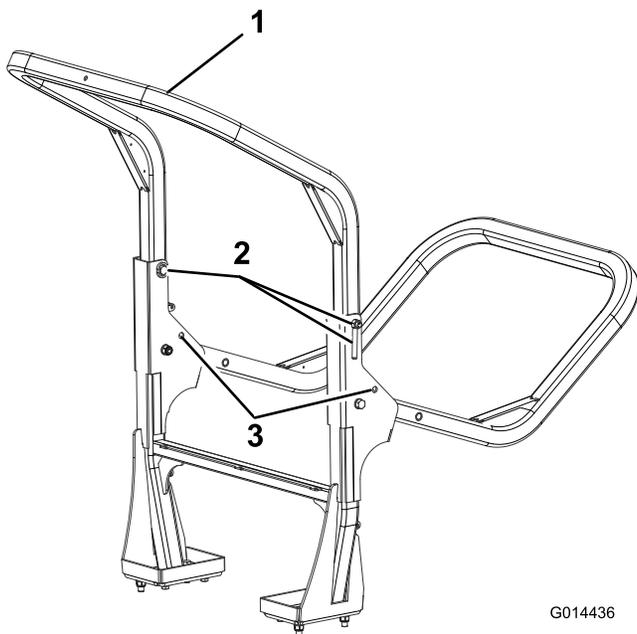

Bild 38
2. Stützen Sie das Gewicht des oberen Rahmens ab, während Sie die Handmutter, Scheiben und Befestigungsschrauben von den Schwenkhalterungen abnehmen (**Bild 38**).